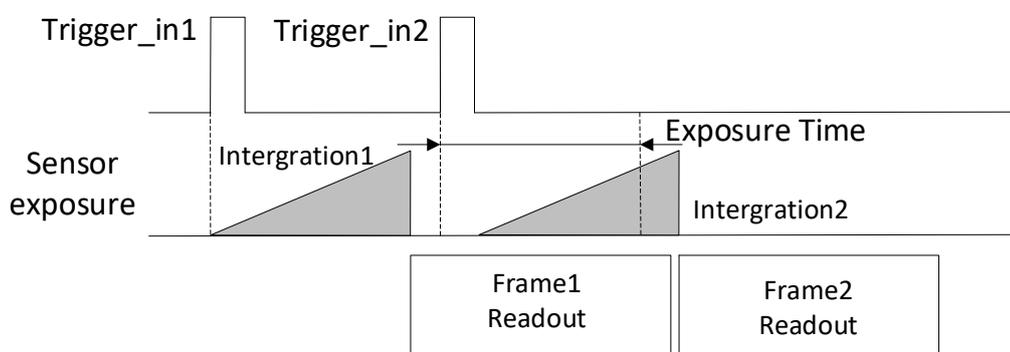

图5-18 第2帧曝光移动处理时序
- 若第2个触发信号第1帧图像的曝光结束时间早于相机当前第1个触发信号最后1帧出图时间，则相机内部会做处理，将第2个触发信号第1帧图像的曝光开始时间推迟，确保第2个触发信号第1帧图像的曝光结束时间不早于第1个触发信号最后1帧的出图时间，如图5-18所示。